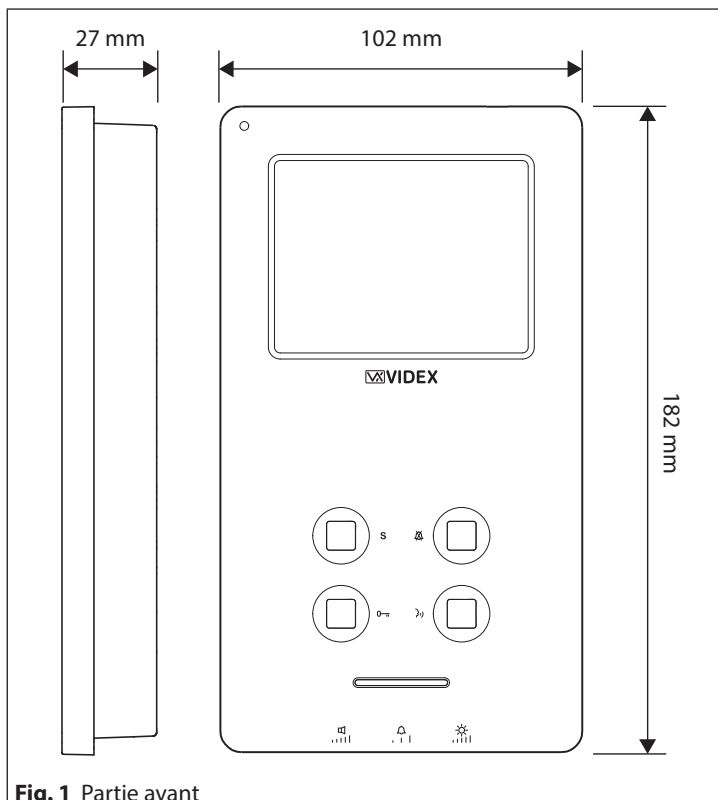

Fig. 1 Partie avant
1. Per installare il videocitofono è necessario aprirlo separando la base dal coperchio che ospita tutta l'elettronica dello stesso: inserire la punta di un giravite piatto da 5,5mm nella clip (A) dopodiché ruotare in senso orario fino a che non si udirà un "CLICK!". Ripetere la stessa operazione con l'altra clip come mostrato in Fig. 1.